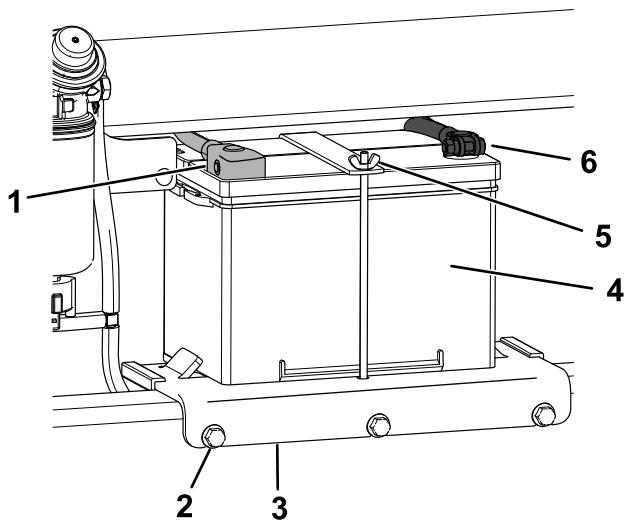

Figura 56
- Desconecte el cable negativo de tierra (negro) del borne de la batería (Figura 56). Guarde las fijaciones.
6. Desconecte el cable positivo (rojo) del borne de la batería (Figura 56). Guarde las fijaciones.
7. Afloje los 3 pernos que sujetan la bandeja de la batería y retire la bandeja con la batería (Figura 56).
1. Coloque la batería en la bandeja de la batería y sujetela con la tuerca de orejeta y la varilla (Figura 56).
2. Instale la bandeja de la batería en la máquina y sujetela con los 3 pernos (Figura 56). Apriete los pernos a 41 N·m (30 pies-libra).
3. Usando las fijaciones que retiró anteriormente, conecte el cable positivo (rojo) al borne positivo (+) de la batería (Figura 56).
5. Usando las fijaciones que retiró anteriormente, conecte el cable negativo (negro) al borne negativo (-) de la batería (Figura 56).